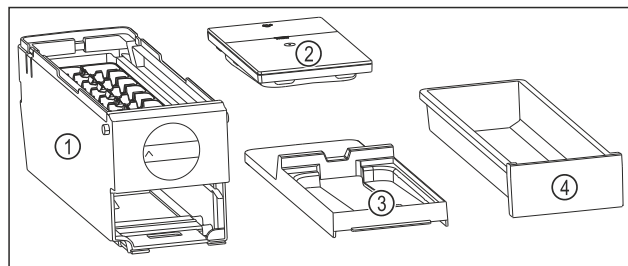

Fig. 126 EasyTwist-Ice 的组成部分
- ▶ EasyTwist-Ice 已被拆解为四部分。(参见 Fig. 126)
- ▶ 仅将 EasyTwist-Ice 拆解成所示的组成部分。(参见 Fig. 126)
- ▶ 将 EasyTwist-Ice 机身 Fig. 126 (1) 作为整体进行清洁。